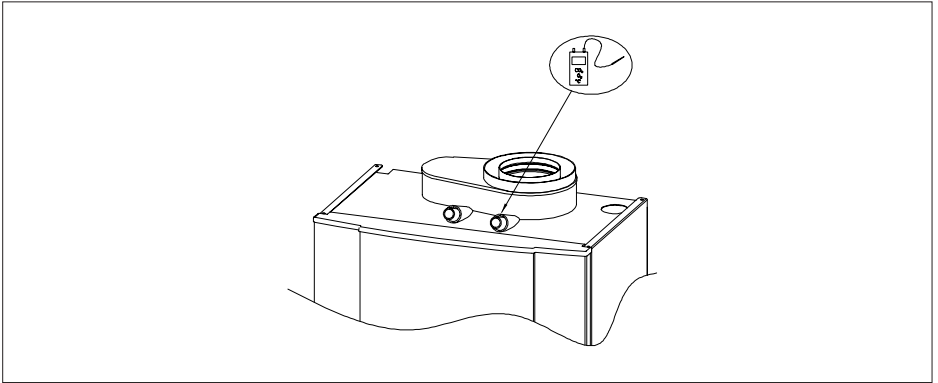

Fig. 25 Punto de medida
Antes de que se efectúe la primera puesta en marcha es necesario regular el grupo de gas actuando sobre el tornillo de plena potencia (*ver fig. 25*). En el caso de que esta operación no se realice, la caldera no podrá arrancar.
- Controlar el buen funcionamiento del dispositivo de reglaje de aporte de aire/gas midiendo el valor de contenido en CO2 (o de O2 en caso de ausencia de CO2 en gas). En el conducto de gas de combustión (punto de medida, *ver fig. 25*).